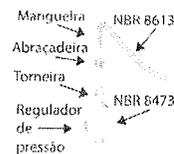

Fig. 5
- 2] Recomendamos a utilização de uma mangueira de PVC transparente com gravação NBR8613 e regulador de pressão ambos aprovados pelo INMETRO - Instituto Nacional de Metrologia, Normalização e Qualidade Industrial (Fig. 5). Atenção: Fique atento para a validade da mangueira e do regulador de pressão.